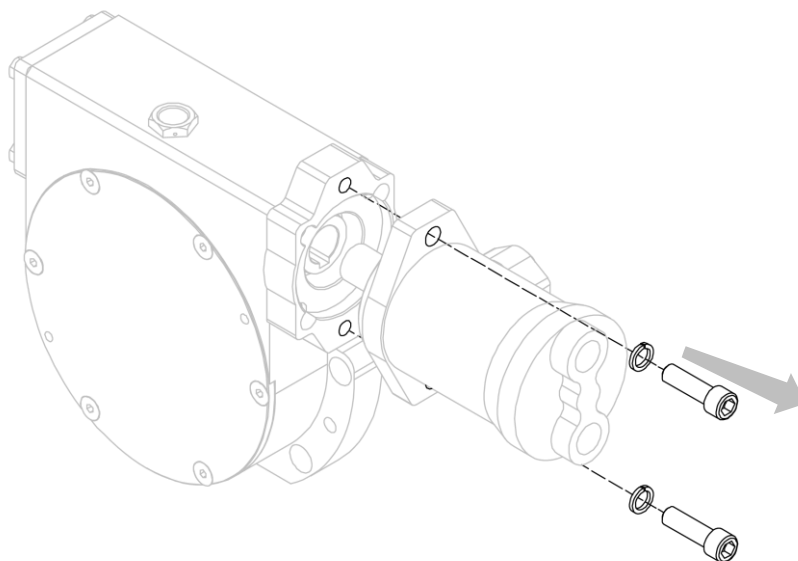

Abbildung 39
4. Trennen Sie den Motor vom Getriebe, indem Sie die Schrauben, mit denen sie verschraubt sind, lösen (siehe *Abbildung 39*).